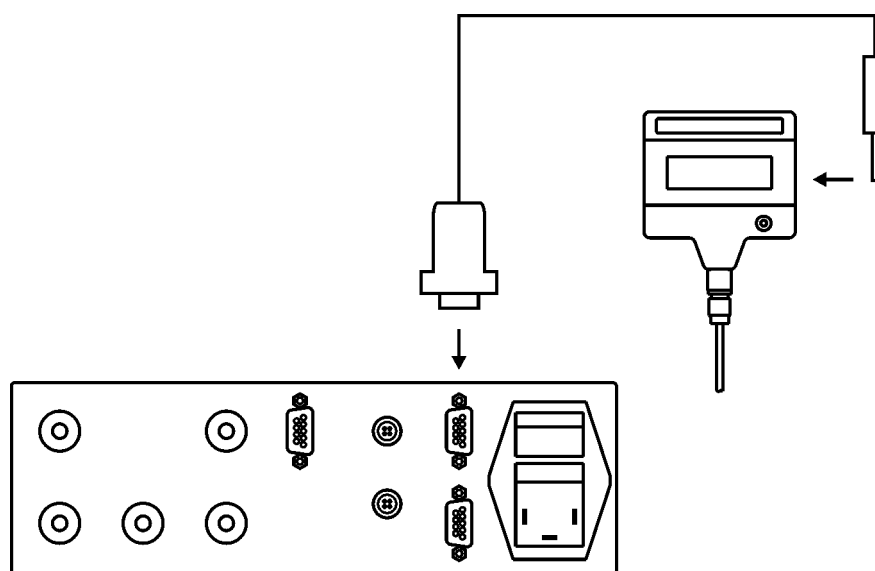

Рисунок 27 — Подключение термометра к измерительному блоку
2.16.19 Подключить электронный термометр к разъему 8 (11) измерительного блока (см. рисунок 6) при помощи кабеля связи установки ПТФ с термометром из комплекта поставки (рисунок 27).